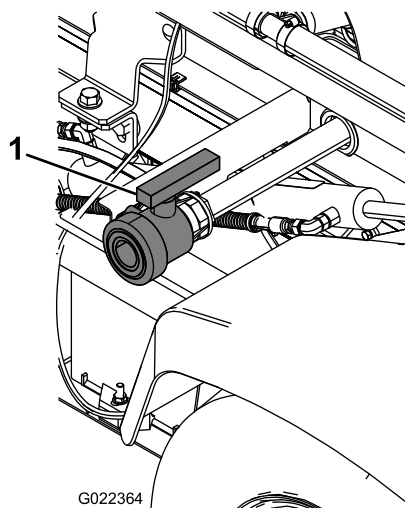

Figura 72
2. Localize válvula de escoamento do depósito no lado esquerdo da máquina (Figura 72).